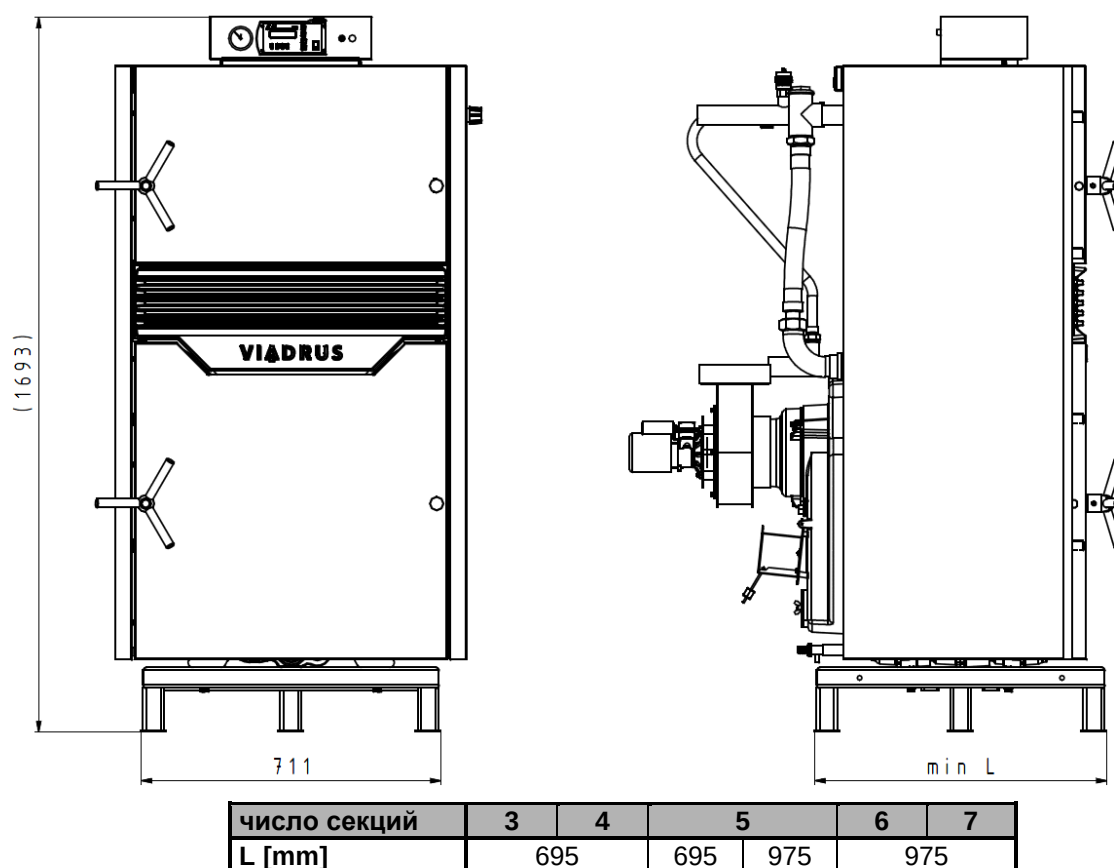

Рис. 6 Размеры цоколя
- котел установить на негорючую подложку, выходящую за пределы основания котла по сторонам на 20 мм (см. рис. 6).